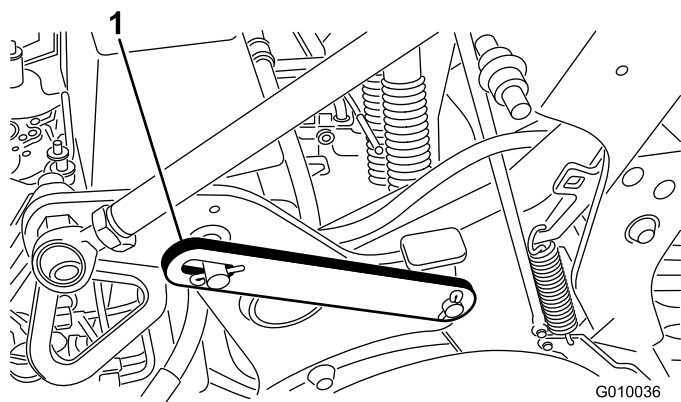

Figure 21
2. Retirez la goupille élastique qui fixe le verrou de service en position de rangement (Figure 21).